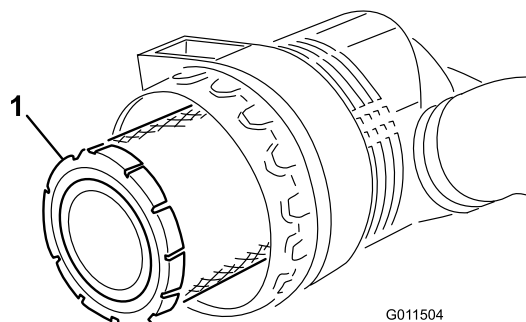

Figura 55
3. Retire e substitua o filtro primário (Figura 55).